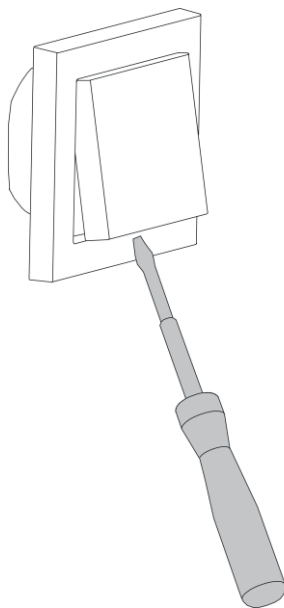

Рис.4: снятие декоративной накладки
- Вставьте отвёртку в паз с нижней стороны (рис.4) и аккуратно снимите накладку (4), поддев её.
- ☐ Будьте внимательны! Не повредите декоративную накладку (4) и рамку (2).
- Отпустите винт (6).
- Вытяните электронную насадку (3) на себя.